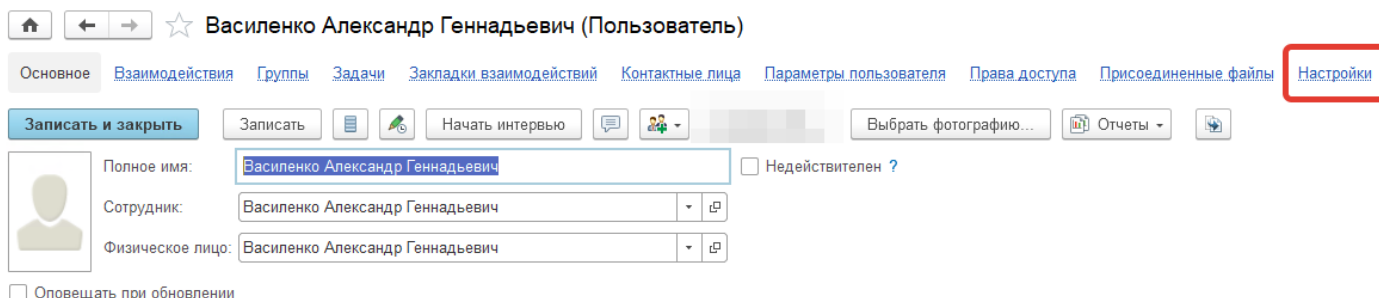
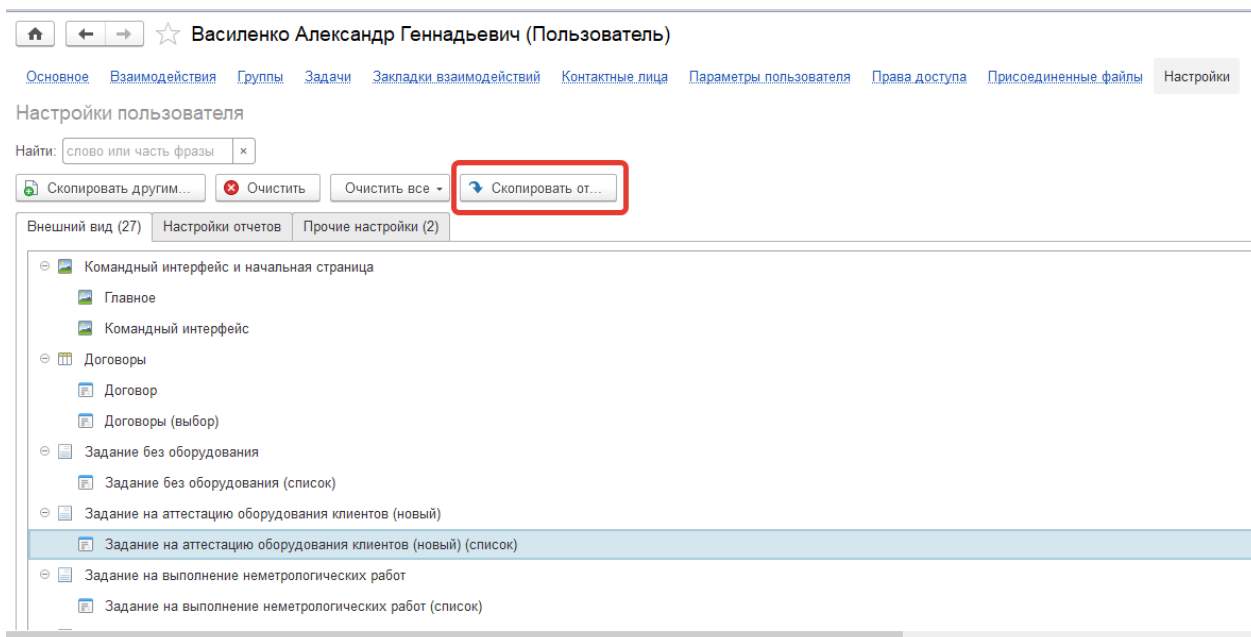

Рисунок 24
Рисунок 25
15. После записи пользователя ему присваиваются настройки по умолчанию, настройки можно изменить, либо скопировать от любого пользователя в системе с соответствующими правами (рис.25). Настройки доступны из справочника **Пользователи** по ссылке **Настройки** (рис. 24)